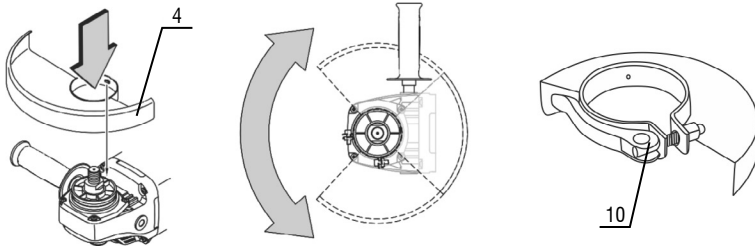

Fig. 3 – Montagem e posicionamento da capa de proteção
2. Solte o parafuso de aperto rápido (10), Fig. 3;
4. Posicione a capa de proteção (4) de acordo com o trabalho a ser realizado;
5. Aperte o parafuso (10) na posição desejada.